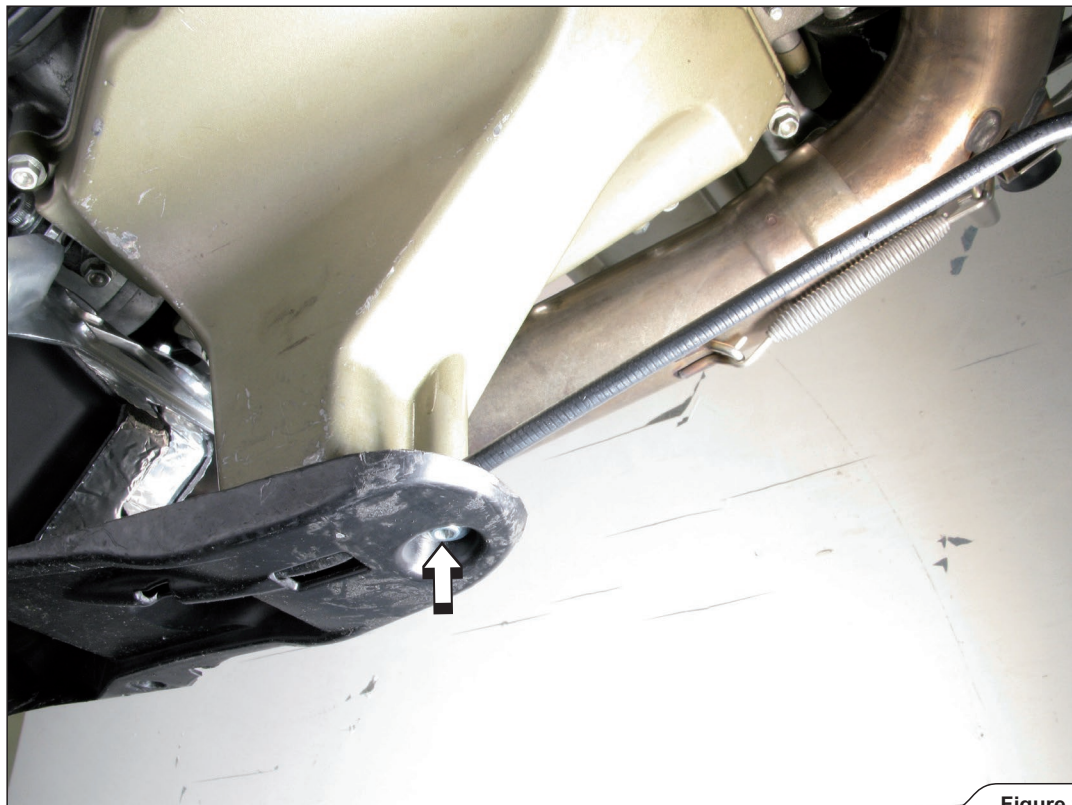

Figure 9
6. Desserrer le boulon indiqué et déposer le servomoteur de la soupape d'échappement avec le câble correspondant du motorcycle (Figures 9, 10).
6. Dem angegebenen Bolzen lösen und den Stelltrieb der Auslasssteuerung mit dem entsprechenden Bowdenzug vom Motorrad entfernen (Figure 9, 10).